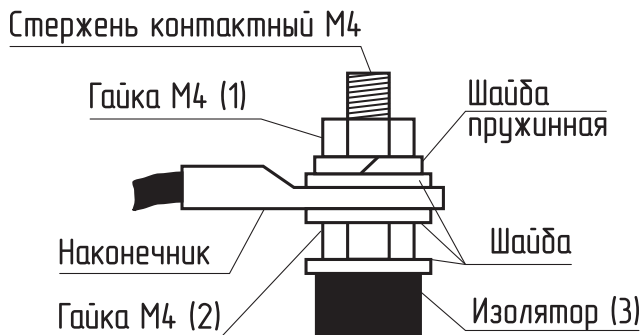

Рис.18 Присоединение проводов к выводам блок ТЭН
- Гаек на контактных стержнях ТЭН с усилием 1,8 Нм (**см.Рис.18**);
- При замене блок ТЭН присоединение фазных проводов к выводам блок ТЭН производить согласно **Рис.18**. Сечение кабеля указано в **таблице 1 и 2**;
- Провод нейтрали «N» подключить на перемычку блока ТЭН (**Рис.18**).